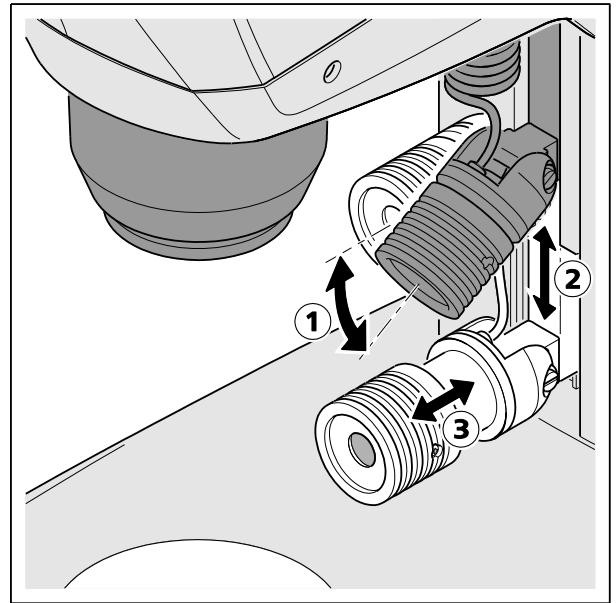

Fig. 15 Impostazione dell'illuminatore spot
- Spingere illuminatore spot nella guida fino all'altezza desiderata (Fig. 15/2).
- Regolare l'angolo (Fig. 15/1) per mezzo del perno dell'illuminatore spot in modo che l'oggetto sia illuminato in modo ottimale.
- Regolare dimensioni e luminosità dello spot spostando l'unità di messa a fuoco (Fig. 15/3) in senso assiale (zoom illuminazione).